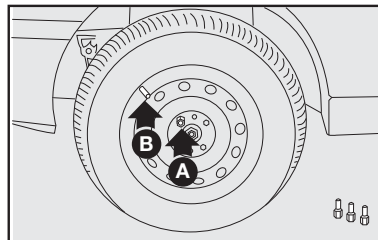

fig. 6
7) atarraxar apenas um dos parafusos **A**-fig. 6, em correspondência com a válvula de enchimento **B**-fig. 6.